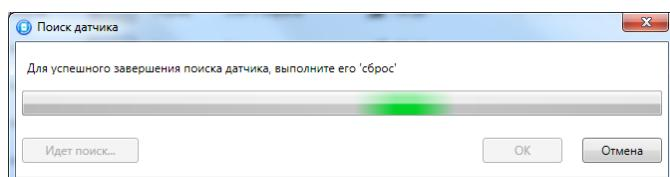

Рис. 7.9. Регистрация радиоизвещателя
- 7.4. После нажатия кнопки *OK* в течение 30 секунд будет осуществляться поиск радиоизвещателя контроллером (рис. 7.9). В течение этого времени необходимо установить в радиоизвещатель основной элемент питания **CR123A**.